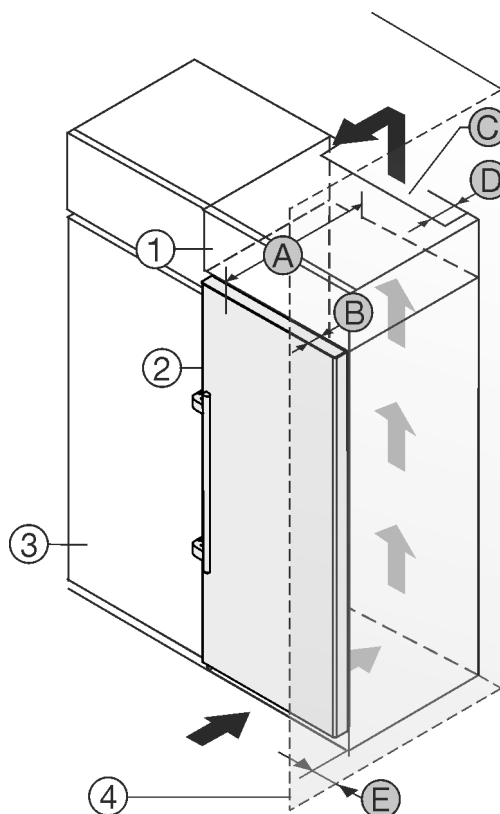

Fig. 1
- (1) Dulap suspendat
- (2) Aparat
- (3) Dulap de bucătărie
- (4) Perete
- (A) Adâncime aparat
- (B) Adâncime ușă
- (C) Secțiune ventilație
- (D) Distanță la partea posterioară a aparatului
- (E) Distanță la partea aparatului
Puteți amplasa aparatul direct lângă dulapul de bucătărie Fig. 1 (3).
În partea din spate a dulapului suspendat trebuie să existe o fantă de aerisire cu grosimea Fig. 1 (D) pe toată lățimea dulapului suspendat.
Sub tavanul încăperii trebuie să fie respectată secțiunea de ventilație Fig. 1 (C).
Atunci când montați aparatul cu balamalele lângă un perete Fig. 1 (4), distanța dintre aparat și perete trebuie să fie de minim 57 mm. Această valoare corespunde proeminenței mânerului cu ușa deschisă.
Astfel încât să puteți deschide complet ușa, aparatul trebuie să fie proeminent cu cel puțin adâncimea ușii Fig. 1 (B) față de suprafața frontală a dulapului de bucătărie. În funcție de adâncimea dulapurilor de bucătărie Fig. 1 (3) și utilizarea distanțierelor de perete, aparatul poate ieși mai mult în afară.